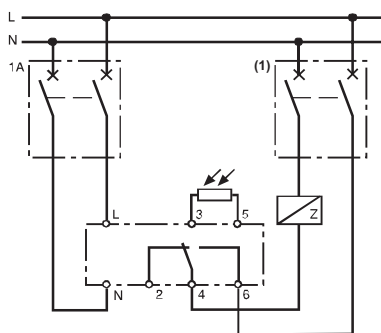

Fig. 3
- puissance ≤ 10 A, $\text{Cos } \varphi = 1$ (fig. 3).
- puissance ≤ 16 A, $\text{Cos } \varphi = 1$ (fig. 3).